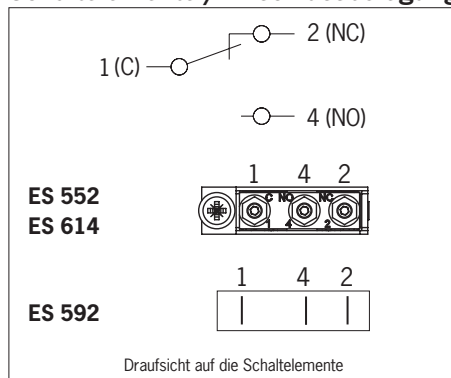

Bild 1: Schaltelemente und Anschlussbelegung
- Anschlussbelegung siehe Bild 1